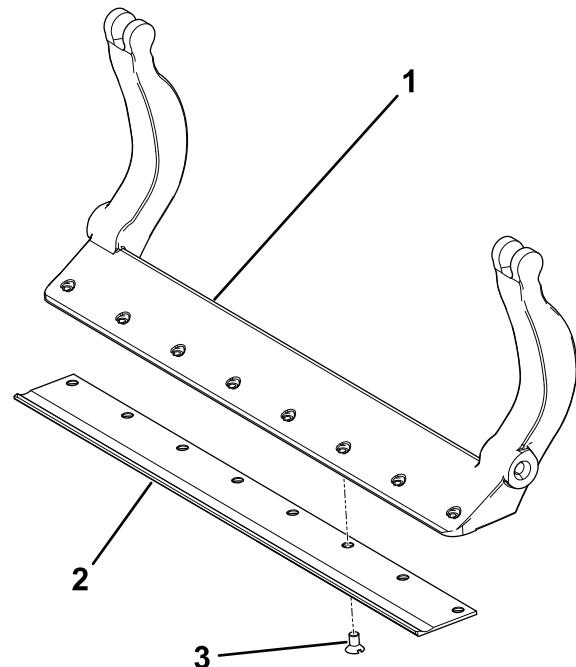

Bild 40
3. Tragen Sie Gewindesicherungslack auf die Schrauben auf und befestigen Sie das Untermesser wie folgt (Bild 40):
- A. Ziehen Sie die zwei äußeren Schrauben auf ein Drehmoment von 1 Nm an, siehe Bild 40.
- B. Fangen Sie in der Mitte des Untermessers an und ziehen Sie die Schrauben mit 23-28 Nm fest, siehe Bild 40.